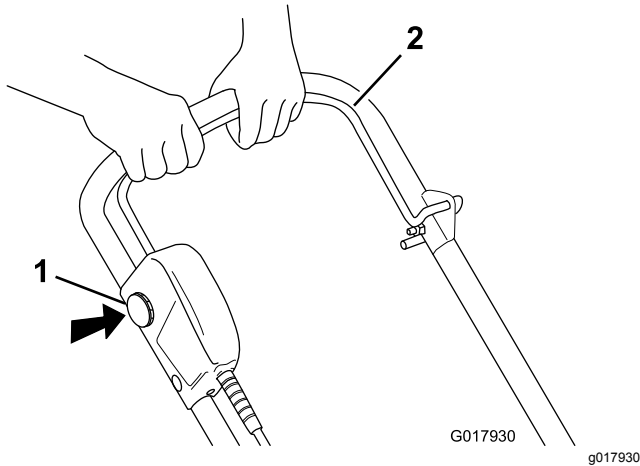

Bild 10
1. Stecken Sie zum Anlassen des Motors den Sicherheitsschalter (Schlüssel) ein, halten Sie den Sicherheitsschalter (Schlüssel) gedrückt und drücken Sie den Schaltbügel zum Holm (Bild 10).